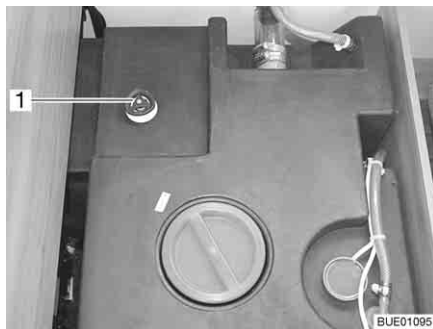

Fig. 197 Réservoir d'eau avec poignée tournante
- Faire tourner la poignée tournante (Fig. 197,1) du réservoir d'eau à fond dans le sens contraire des aiguilles d'une montre au-delà de la résistance pour ouvrir entièrement l'ouverture d'écoulement.